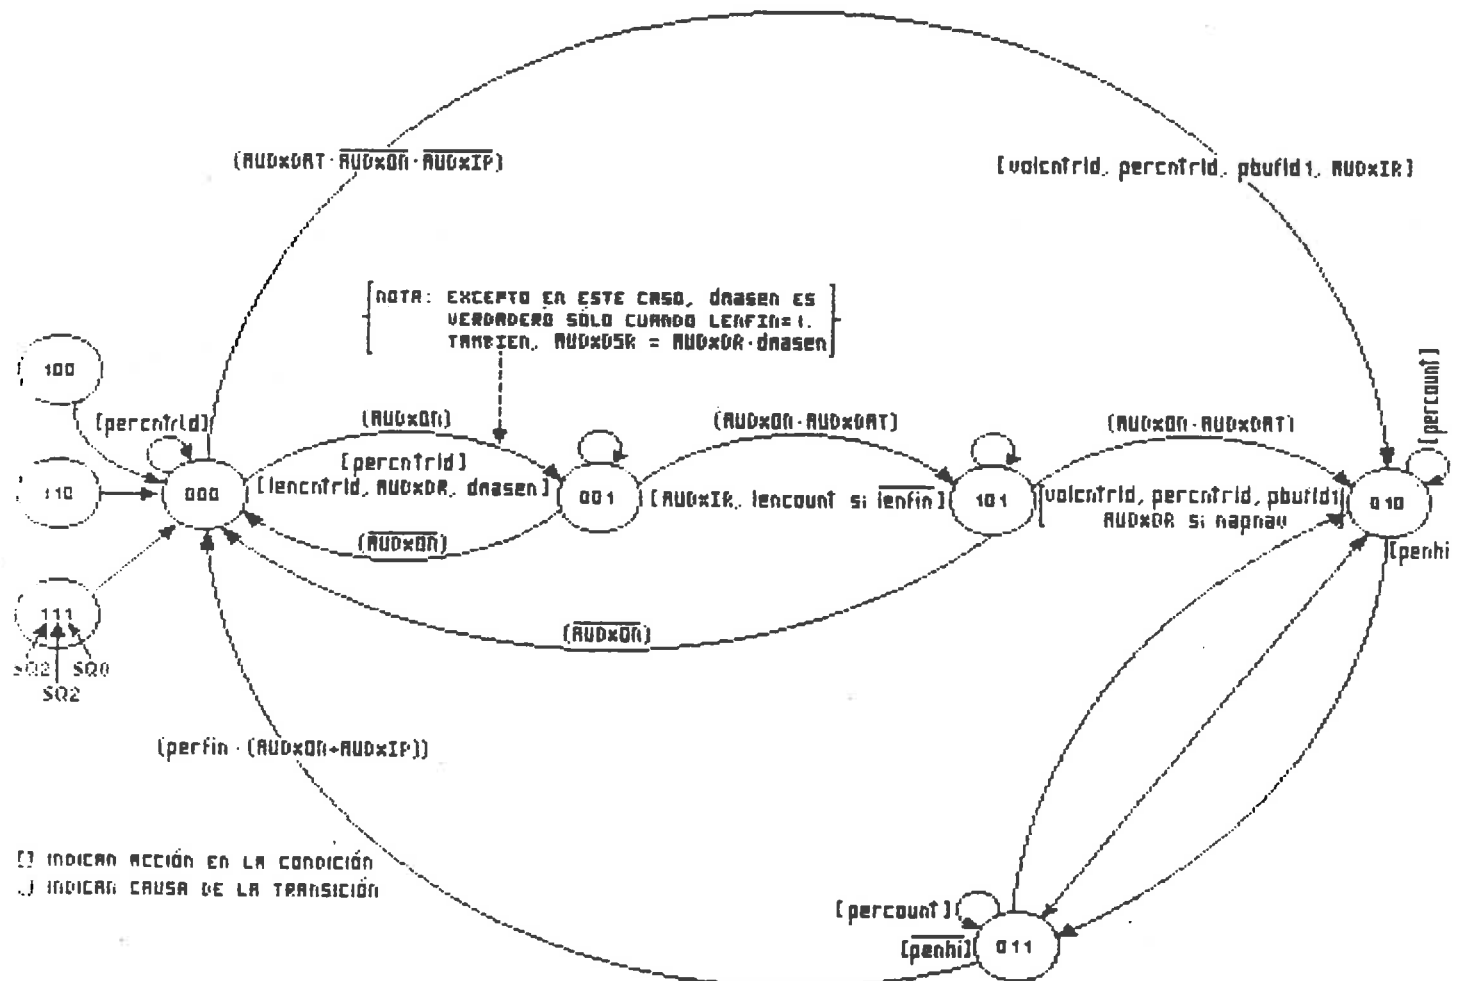

Figura 5-8: Diagrama del Estado del Audio
Para la explicación de los varios estados, se hace referencia a la Figura 5-8. Hay una maquina del estado del audio por cada canal. La maquina tiene ocho estados y funciona con la constante del reloj (3.58 MHz en NTSC). Tres de los estados no se usan y sólo transfieren al estado de espera (000). Uno de los caminos hacia fuera del estado de espera está diseñado para la operación de manejo por interrupciones (el 68000 proporciona los datos), y el otro camino está diseñado para la operación de manejo por DMA (el chip "Agnus" proporciona los datos).